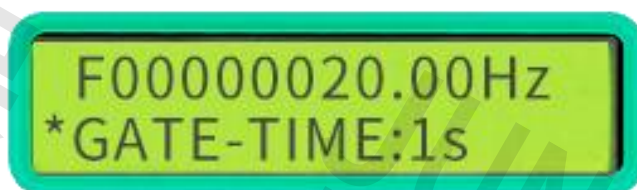

图 3-2-12
(2) 确定测量对象后, 按下 **【AMPL/PgDn】**, 进入闸门时间选择页面如下图 3-2-12 所示, 按下 **【OUT/OK】** 键, 选择不同的闸门时间 10S、1S、0.1S、0.01S, 不同闸门时间影响频率测量的精度和测量速度。